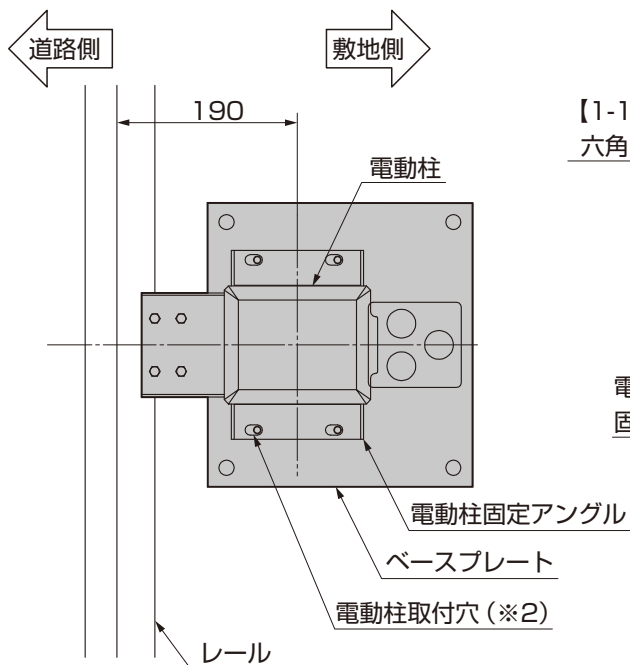

図3-3
- 電動柱取付穴(※2)は長穴になっていますが、長穴右側が標準取付位置になります。(図3-3参照)